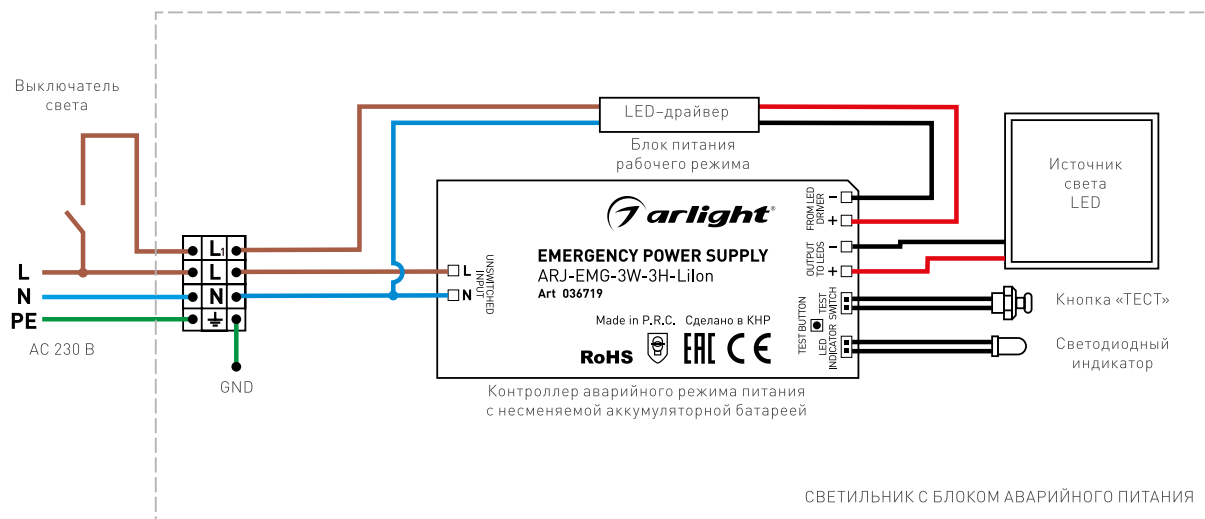

Рис. 3. Электрическая схема подключения моделей с БАП 036719
Подключите провода сетевого питания к зажимам клеммной колодки светильника (см. рис. 3):
**⚠ При транспортировке, хранении или длительном периоде бездействия необходимо перевести светильник в режим ожидания, для чего требуется отсоединить любой из проводов питания источника света LED от клеммного зажима на контроллере аварийного режима на время более 3 секунд, а затем присоединить обратно (см. рис. 3). Эта операция переведет контроллер в режим ожидания. Светильник автоматически перейдет в дежурный режим после подключения к сети.**